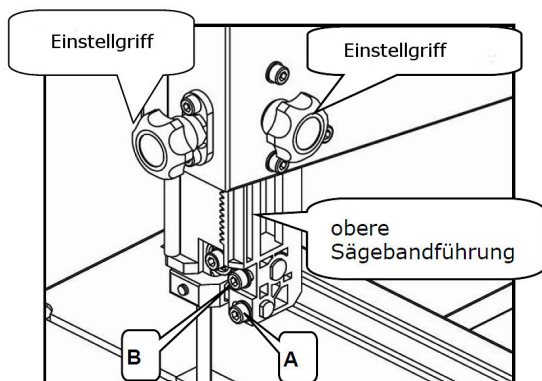
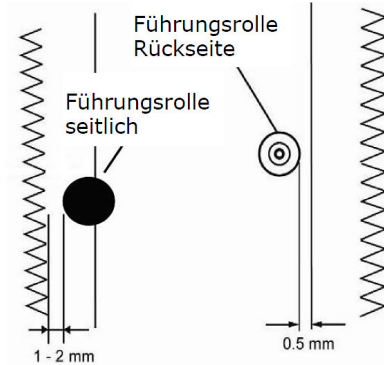
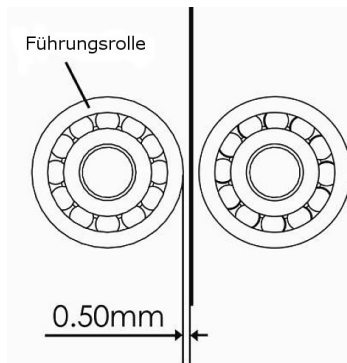

Abb. 23: Position der oberen Bandführung einstellen
Abb. 24: Einstelle der Führungslager
Abb. 25: Einstelle der Führungslager
Schritt 1: Öffnen Sie die Klemmschraube der Sägebandführung und stellen Sie mit Hilfe des Einstellgriffes die Höhe ein. Danach den Einstellgriff wieder fixieren. (Abb.23)
Schritt 2: Lösen Sie die Schraube (A, Abb.23) und stellen Sie die Position des Führungslagers so ein, dass das Führungslager 1 oder 2 mm (Abb.24) von den Zähnen des Sägeblattes entfernt ist. Ziehen Sie danach die Schraube (A, Abb.23) wieder fest.
Schritt 3: Lösen Sie die Schraube (B, Abb.23) und stellen Sie die Rückseite der Führungsrolle auf 0,5 mm (Abb.25) hinter der Klinsenrückseite ein. Ziehen Sie den Knopf (B, Abb.23) wieder fest.